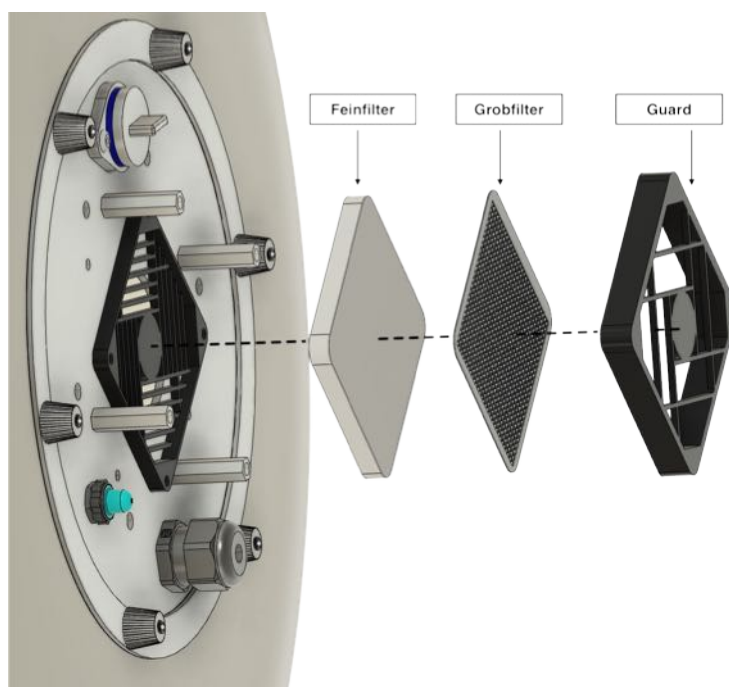

Abb. 11
2. Rimuovere il coperchio del filtro (Guard) e rimuovere i due inserti del filtro (Fig. 11)